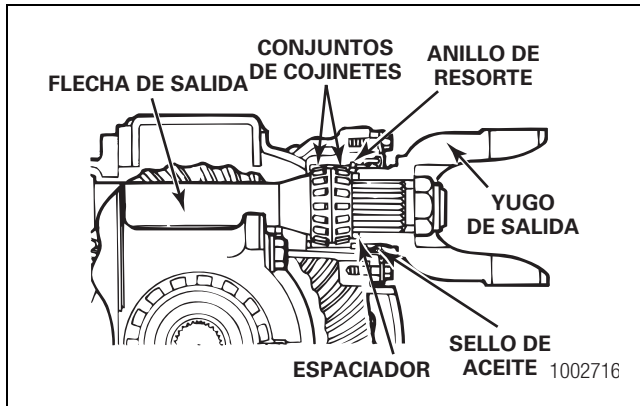

Figura 3.11
1. Retire y deseche el sello de aceite original. Use un sello de aceite nuevo de borde triple o principal a la hora de ensamblar el portadiferencial. Figura 3.11.